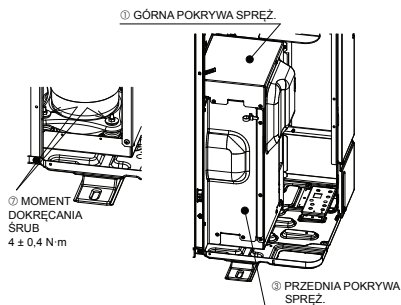

Fig. 4-2
- Po zdemontowaniu części ustalających SPREŻ. należy dokręcić nakrętki i z powrotem założyć GÓRNĄ POKRYWĘ SPREŻ. oraz PRZEDNIĄ POKRYWĘ SPREŻ. (Fig. 4-2)